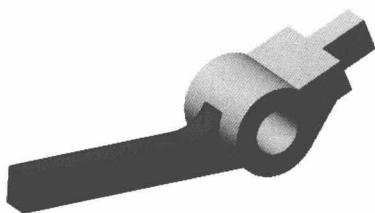
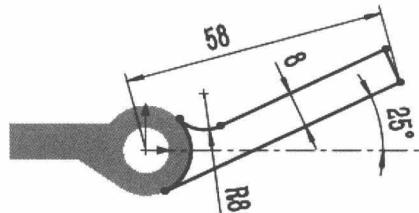

图 1.7 凸台-拉伸 2
图 1.8 横断面草图
Step4. 创建图 1.7 所示的零件特征——凸台-拉伸 2。选择下拉菜单 **插入①** → **凸台/基体②** → **拉伸③**... 命令 (或单击 **拉伸** 按钮); 选取前视基准面为草图基准面; 在草图绘制环境中绘制图 1.8 所示的横断面草图; 在“凸台-拉伸”对话框 **方向1** 区域的下拉列表中选择 **两侧对称** 选项, 输入深度值 6.0; 单击 **确定** 按钮, 完成凸台-拉伸 2 的创建。